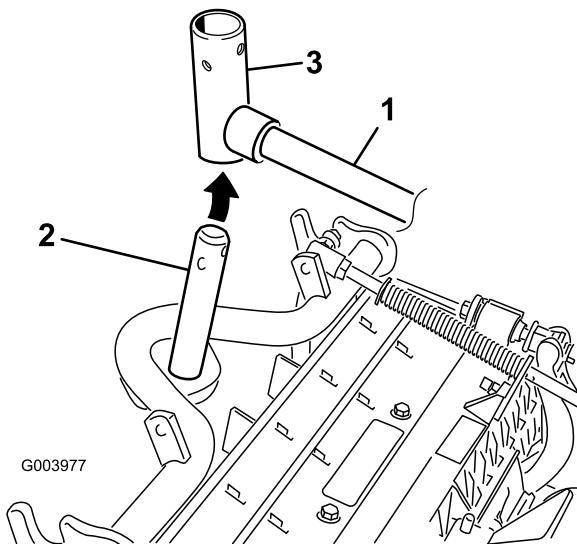

Figura 7
7. Per gli elementi di taglio anteriori, infilate un elemento di taglio sotto il braccio di sollevamento mentre inserite l'albero del telaio portante nella forcella di articolazione del braccio di sollevamento (Figura 7).
- B. Inserite la forcella del braccio di sollevamento nell'albero del telaio portante (Figura 7).